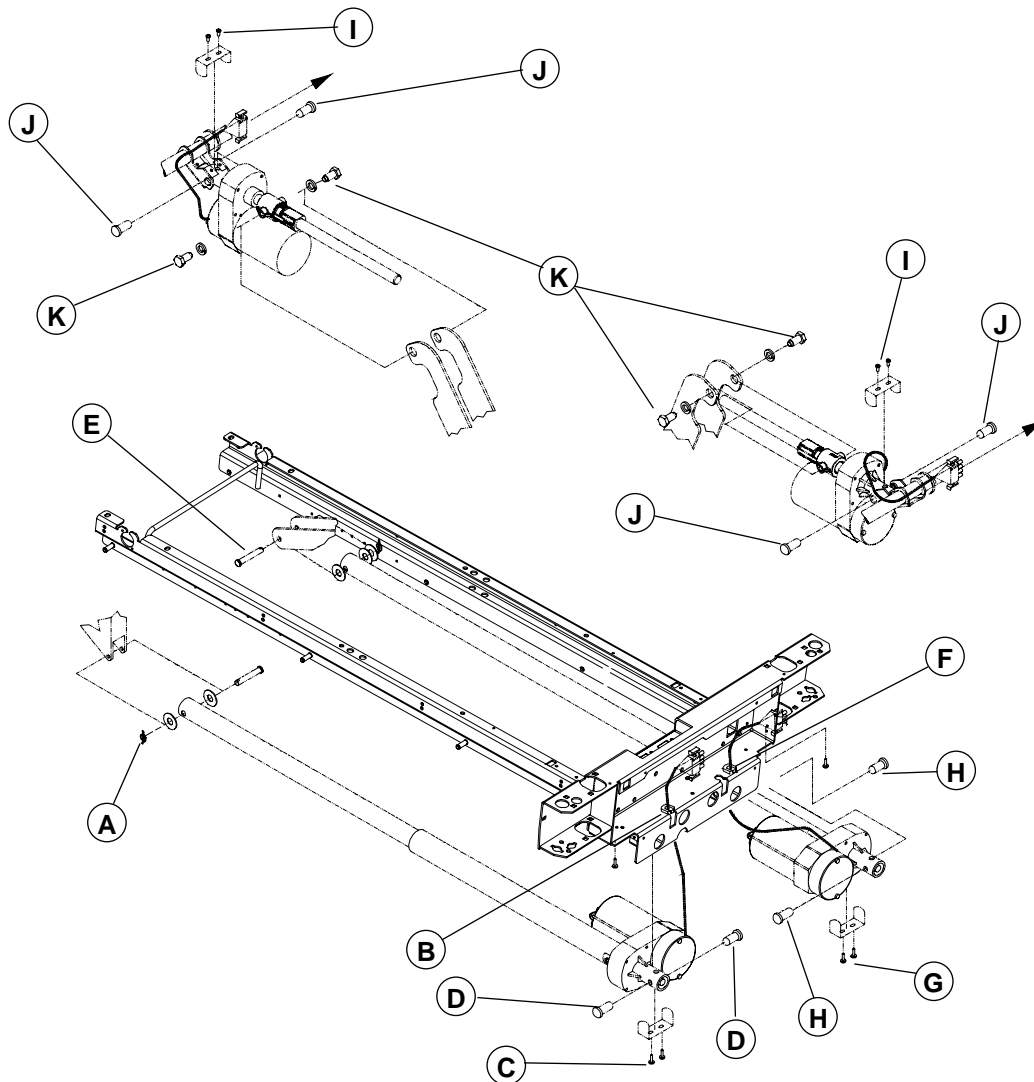

Figure 4.3B
4. À l'aide de pince à long bec, retirez la goupille enroulante/les rondelles/l'axe de chape (E, fig. 4.3B, page 30) rattachant les bras du levier de la section de cuisse au tube du vérin de cuisse.
À moins d'indication contraire, référez-vous à la figure 4.3B de la page 30 pour l'illustration des points de référence de cette procédure.